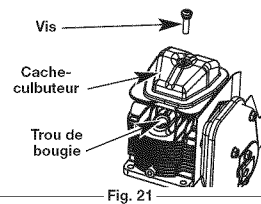

Fig. 21
- Nettoyez toute saleté autour du cache-culbuteur. Retirez la vis retenant le cache-culbuteur à l'aide d'un tournevis à lame plate large ou à mèche no. T-25 Torx (Fig. 21). Enlevez le cache-culbuteur et le joint.
- Le piston est au sommet de sa course. Ceci devrait être fait en inspectant le trou de la bougie. (Fig. 21)